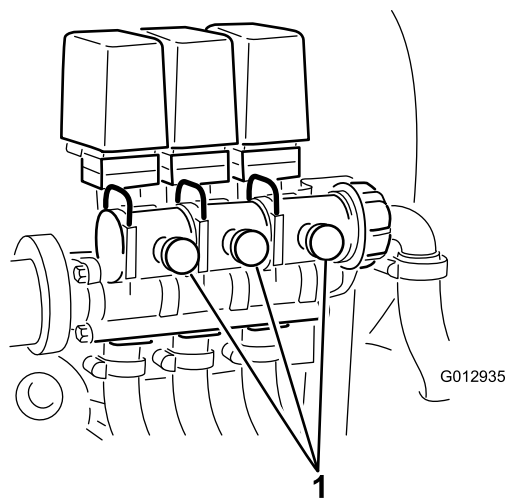

Figure 24
10. Réglez la vanne de dérivation de rampe (Figure 24) située sur l'arrière du distributeur de commande de la rampe que vous avez mise hors service jusqu'à ce que la valeur indiquée au manomètre soit la même qu'à l'opération 7.